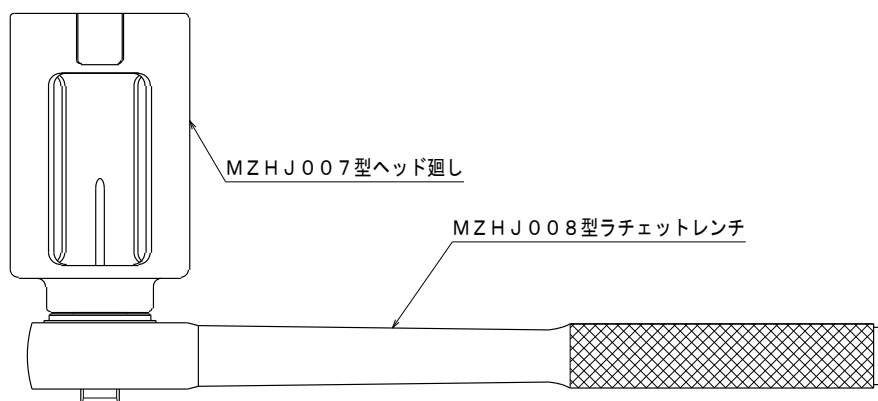

図 6. スプリンクラーヘッド取付図
- ④スプリンクラーヘッドを専用工具の奥まで差し込み、安定した状態で締め込んでください。
- ⑤過度の力でスプリンクラーヘッドを締め付けず、専用工具を使用し 150N の力を加えた時の締付け力で締め付けてください。
- ⑥図 6 に示す施工寸法を守ってください。
(6) 保護キャップの取り外し
- ①保護キャップを手で持ち、そのまま下側にまっすぐ引き下げてください。保護キャップを斜めに引き下げると、感熱部のヒートコレクタが変形する可能性があります。
- ②シーリングプレートまたは保護カバーを取り付けるまで保護キャップは外さないでください。また、露出型で設置する場合は、工事が完了するまで保護キャップは外さないでください。